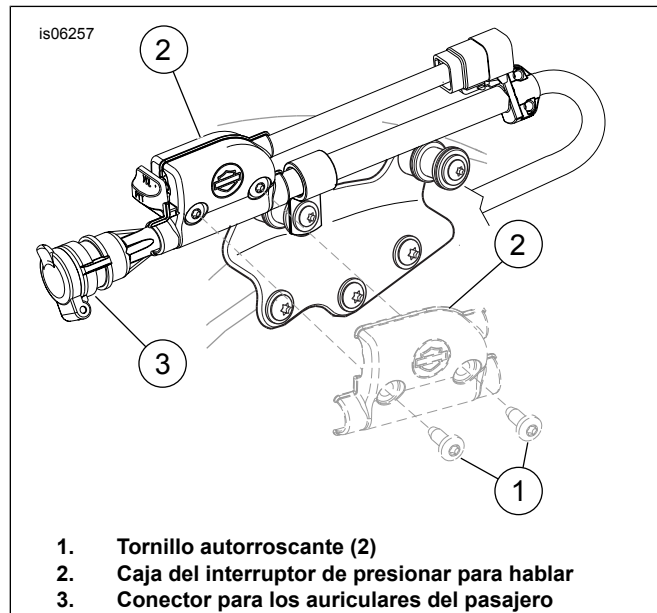

Figura 5. Instalación del arnés de presionar para hablar
2. Vea la Figura 5. Instale la caja de interruptores de presionar para hablar (2) en la caja de enchufes para los auriculares del pasajero (3). Coloque la caja de interruptores para que la perilla esté ubicada cerca de la tapa abatible en el conector de los auriculares del pasajero.
3. Instale los tornillos autoroscantes (1) dentro de la caja de interruptores, pero no los apriete completamente. Determine la ubicación final después de instalar el asiento y los accesorios.